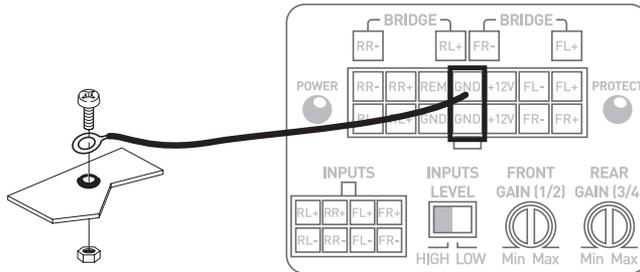

Abb. 2
- 10 - Bereiten Sie die Erdung des Gestells vor, indem Sie jede Farbspur auf der Metalloberfläche abkratzen, um eine gute Erdung sicherzustellen. Die Erdungsanschlüsse müssen so kurz wie möglich sein und IMMER an geschweißtes Metall an der Karosserie oder am Gestell des Fahrzeugs angeschlossen werden (**Abb. 2**). Der allgemein gewählte Erdungspunkt ist derjenige, der die Verbindung zwischen dem Minuspol der Batterie und dem Gestell des Fahrzeugs sicherstellt.
3.3.2 – Nehmen Sie das negative (-) Stromkabel. Dieses Kabel muss so kurz wie möglich sein und sollte idealerweise 1 Meter nicht überschreiten, um eine perfekte Verbindung zwischen dem Verstärker und dem Fahrzeuggestell sicherzustellen. Das Kabel und sein Querschnitt müssen der in 3.1 genannten Tabelle entsprechen. Finden Sie einen geeigneten Erdungspunkt und schleifen Sie ihn dann ab, um jede Spur von Farbe oder anderem Lack zu entfernen und so die Kontaktqualität zu optimieren. Durchbohren Sie das zuvor geschliffene Blech im Durchmesser, der der gewählten Schraube entspricht, und vergewissern Sie sich, dass kein Durchlauf von Tankkabeln oder einem anderen empfindlichen Element des Fahrzeugs in der Nähe ist. Schweißen und isolieren Sie (mit dem Schumpfschlauch) das Erdungskabel am mitgelieferten Kabelausgang zu Ihrem Verstärker IMPULSE 4.320 (Abb. 2).